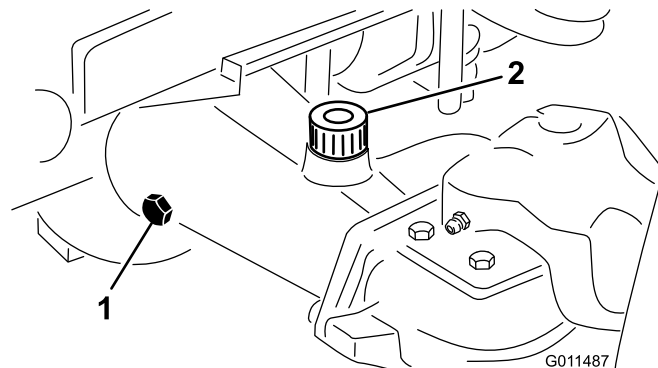

Figura 14
2. Retire un tapón de verificación de un extremo del eje (Figura 14) y asegúrese de que el lubricante llega
al borde inferior del orificio. Si el nivel es bajo, retire el tapón de llenado (Figura 14) y añada suficiente lubricante para que el nivel llegue al borde inferior de los orificios de los tapones de verificación.